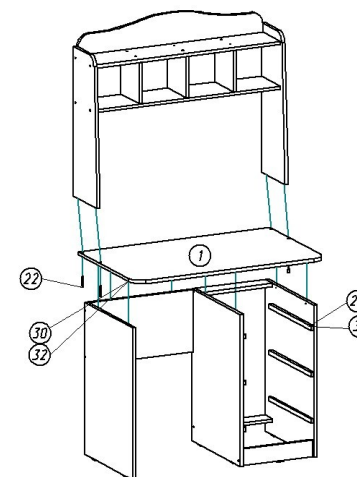

Рис.4 Сборка стола
1. Прикрепить к боковинам стола (3,4) и перегородке (2) подпятники (27) саморезами 3x20 (26) к торцам с нижней стороны на расстоянии 50мм от края, к цоколю (13) - по центру.
2. Установить при помощи саморезов 3,5x12 (31) ходовую часть направляющих (29) на боковину правую (3) и перегородку (2) по разметке.
3. Собрать по рисунку 1 нижнюю часть стола. Выверить прямоугольность корпуса (равные диагонали) и закрепить заднюю стенку тумбы (14) саморезами 3x20 (26) через шайбу W-образную (34) с шагом 150-200 мм. Схема крепления задней стенки (14) приведена на рисунке 2. Закрепить к нижней части стола столешницу (1) при помощи крепежных уголков (30) и саморезов 4x16 (32). Рисунок 4.
5. Установить собранную полку на стол и закрепить винтами-конфирматами (22) к столешнице (1). Рисунок 4.